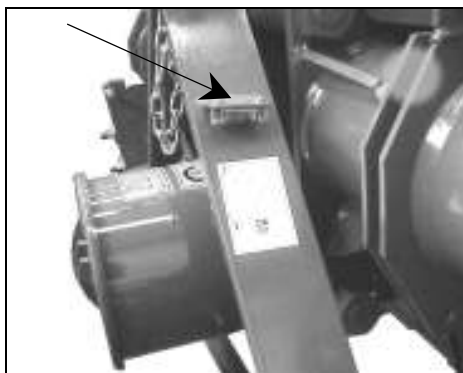

Fig. 3
2. Regolare la lunghezza del terzo punto del trattore fino a quando la bolla della livella indicata in fig. 3 si trova nella posizione centrale.
Verificare che la posizione di lavoro corrisponda a quella descritta a pag. 6 fig. 3. Se il problema persiste, ridurre la velocità di avanzamento fino a quando è necessario.